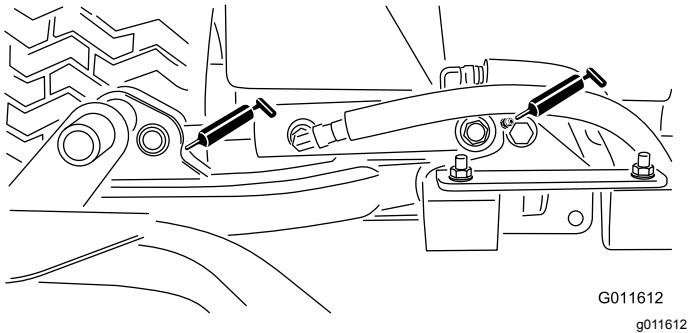

Figura 61
- Cilindri del braccio di sollevamento degli apparati di taglio (2 ciascuno) - Figura 61
- Perna orientabili del braccio di sollevamento (1 ciascuno) - Figura 61